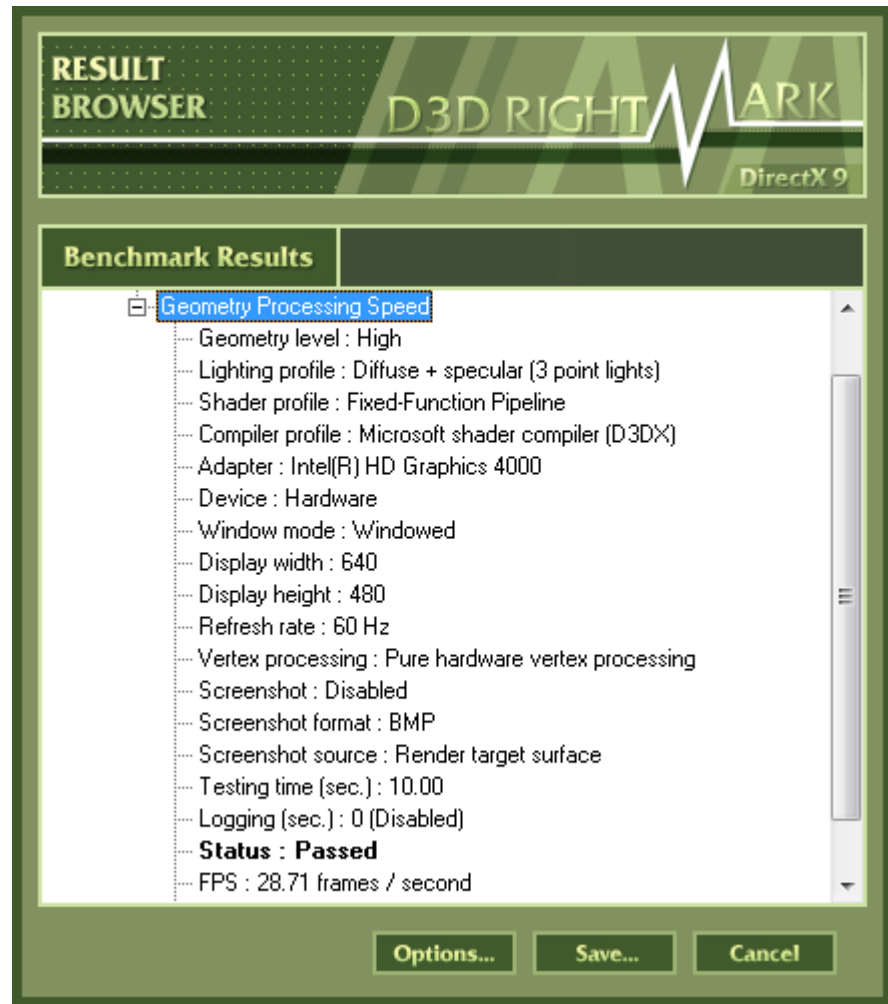

Рис. 8 Приклад знімку вікна результату тесту *Geometry Processing Speed*
2.4.3. Після виконання тесту потрібно зробити знімок вікна результату (рис. 8)